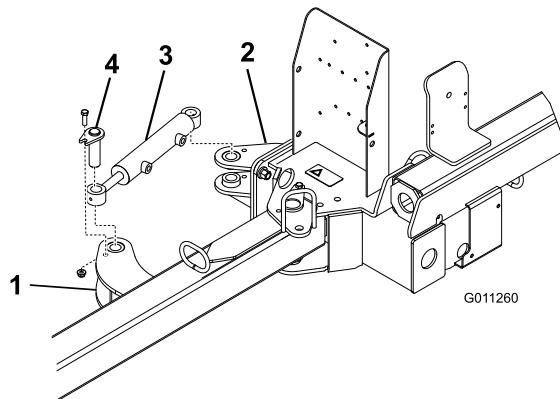

Bild 6
2. Befestigen Sie jedes Ende des Hydraulikzylinders mit einem Stift, einer Schraube (3/8" x 1-1/4") und einer Bundmutter (3/8") an der Aktuornase (Bild 6).